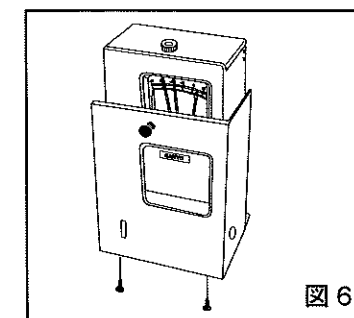

図6
2. フリーザ用自記温度記録計(MTR-4015LH)を記録計取付金具(MPR-S30:別売品)に取付けます。(図6)